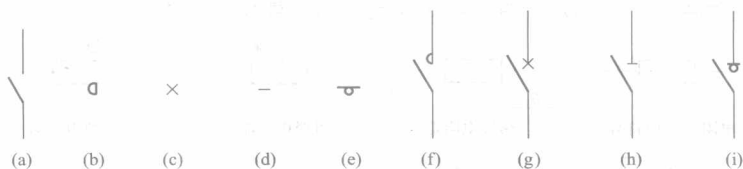

图 1-3 一般符号与限定符号组合举例
(1) 一般符号 + 限定符号。如图 1-3 所示,将表示开关的一般图形符号,分别与接触器功能符号、断路器功能符号、隔离器功能符号、负荷开关功能符号等限定符号结合组成接触器图形符号、断路器图形符号、隔离开关图形符号、负荷开关图形符号。图 1-3 (a) 为开关一般符号;图 1-3 (b) 为接触器功能符号;图 1-3 (c) 为断路器功能符号;图 1-3 (d) 为隔离器功能符号;图 1-3 (e) 为负荷开关功能符号;图 1-3 (f) 为接触器图形符号;图 1-3 (g) 为断路器图形符号;图 1-3 (h) 为隔离开关图形符号;图 1-3 (i) 为负荷开关图形符号。